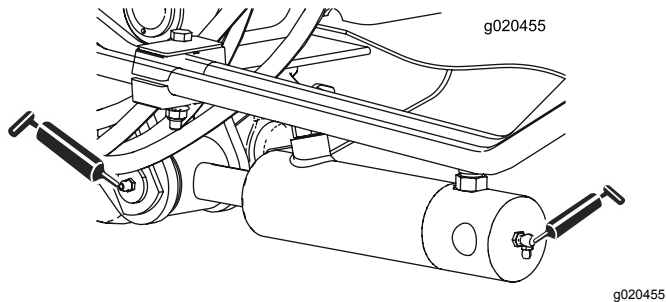

Bild 45
- Zwei (an jeder Seite) Hubarm-Zylinderbüchsen (Bild 45)